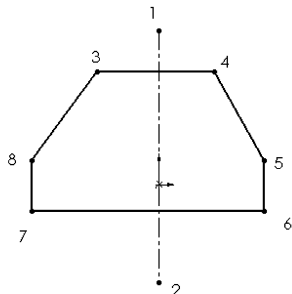

图 2-15 绘制中心线和直线
下面以绘制图 2-15 所示的图形为例，介绍直线和中心线的绘制步骤。
(1) 执行命令。在草图绘制状态下，选择菜单栏中的“工具”→“草图绘制实体”→“中心线”命令，或者单击“草图”面板上的“中心线”按钮, 开始绘制中心线。
(2) 绘制中心线。在绘图区域单击鼠标左键确定中心线的起点 1，然后移动鼠标到图中合适的位置，由于图中的中心线为竖直直线，所以当光标附近出现符号时，单击鼠标左键，确定中心线的终点 2。
(3) 退出中心线绘制。按 Esc 键，或者在绘图区域单击鼠标右键，利用快捷菜单中的“选择”选项，退出中心线的绘制。
(4) 执行命令。选择菜单栏中的“工具”→“草图绘制实体”→“直线”命令，或者单击“草图”面板上的“直线”按钮, 开始绘制直线。
(5) 绘制直线。在绘图区域单击鼠标左键确定直线的起点 3，然后移动鼠标到图中合适的位置，由于直线 3-4 为水平直线，所以当光标附近出现符号时，单击鼠标左键，确定直线 3-4 的终点 4。
(6) 绘制其他直线。重复以上绘制直线的步骤，绘制其他直线段，在绘制过程中要注意光标的形状，以确定是水平、竖直或者任意直线段。
(7) 退出直线绘制。按 Esc 键，或者在绘图区域单击鼠标右键，利用快捷菜单中的“选择”选项，退出直线的绘制。图 2-15 所示为绘制中心线和直线。